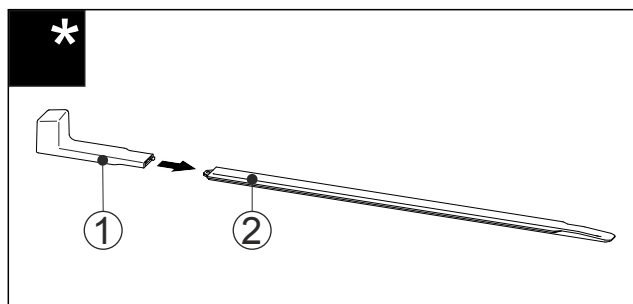

Fig. 47
- ▶ Montagegriff Fig. 47 (1) an die Nivellierschiene Fig. 47 (2) stecken.